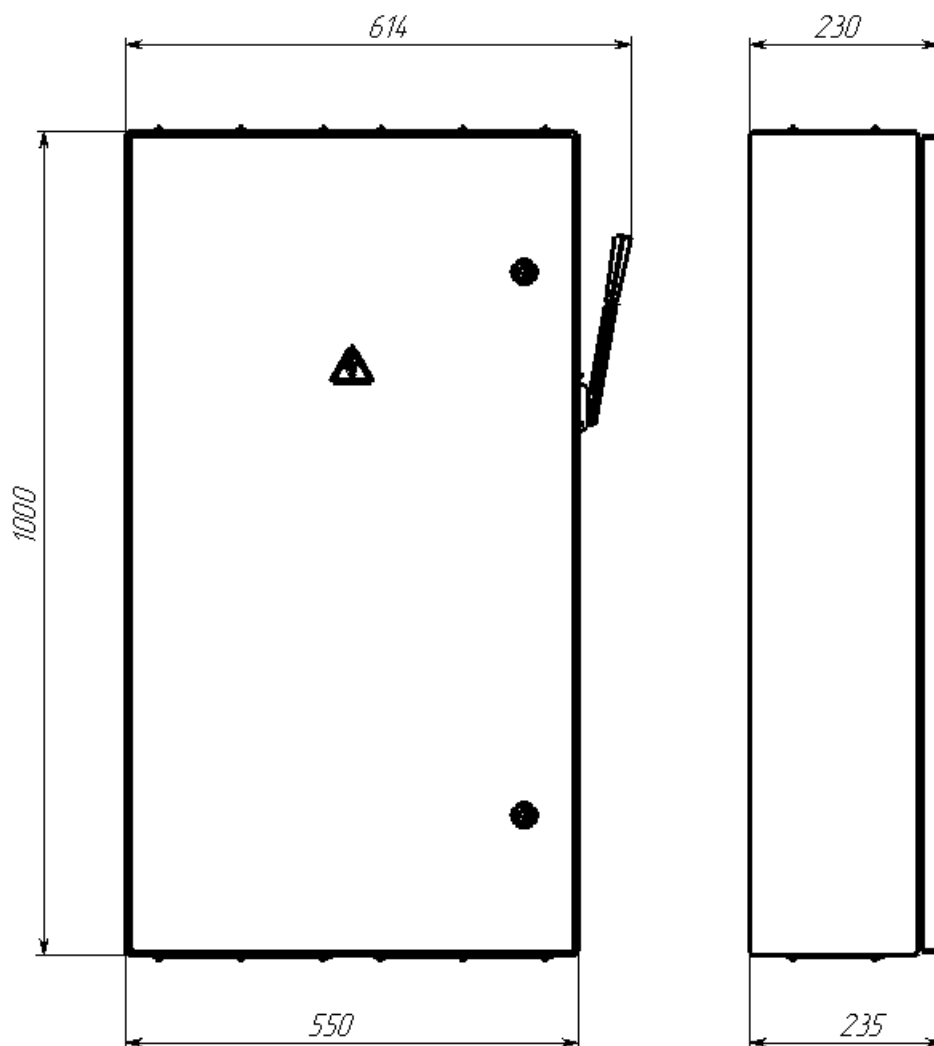

Рис.1 Внешний вид, габаритные и установочные размеры корпуса ящика силового ЯРП-630-Узола.
2.13. Габаритные и установочные размеры	- см. рис.1;